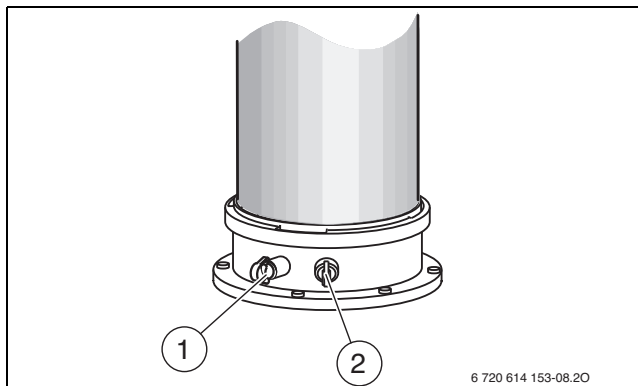

Fig. 42 Manicotto di misurazione dei gas combusti e dell'aria comburente
- Rimuovere dal manicotto di misurazione il tappo di protezione della presa di analisi dei gas combusti [1] (→ fig. 42).